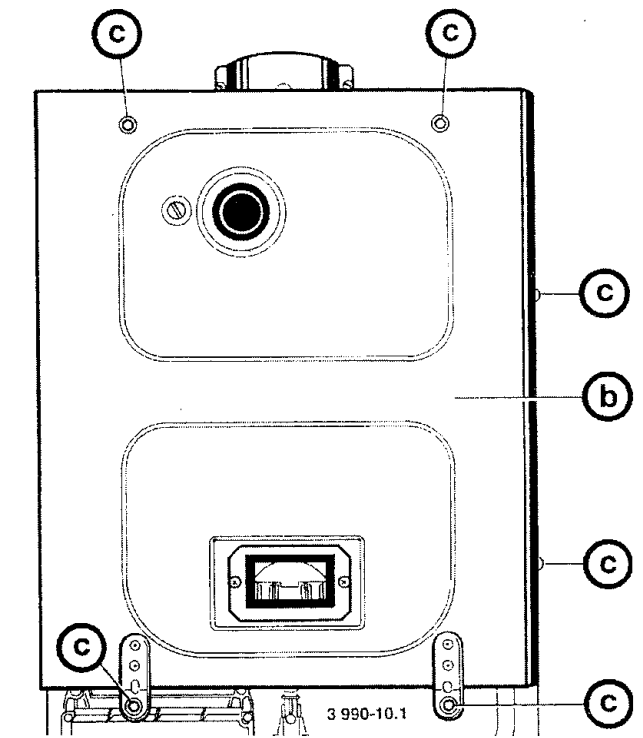
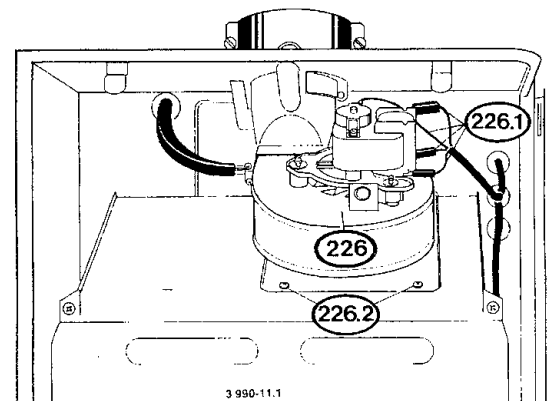

Bild 10
Bild 11
- Schrauben (c) an Deckel (b) entfernen und Deckel abnehmen (Bild 10)
- elektrische Anschlußleitungen (226.1) an Abgasventilator (226) abziehen
- Schrauben (226.2) des Abgasventilators (226) entfernen und Abgasventilator (226) nach vorne herausziehen (Bild 11)